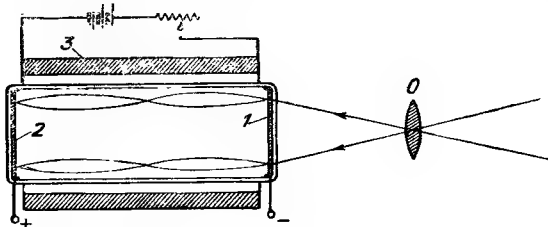

Рис. 60. Электронный преобразователь изображений.
Построим трубку, изображенную на рис. 60, в которой с правой стороны нанесен полупрозрачный светочувствительный слой (1) (фотокатод), а с противоположной стороны — флуоресцирующий экран (2).
Передатчик (диссектор) Фарнворта в своей основной части отличается от трубки, изображенной на рис. 60, только тем, что вместо флуоресцирующего экрана (2) в нем помещен металлический анод с маленьким отверстием в центре. Сквозь это отверстие пролетает небольшая часть электронного потока, соответствующая одному элементу изображения.
Наша трубка на рис. 60 сперва превращает оптическое изображение в электронное, а затем электронное снова в оптическое.